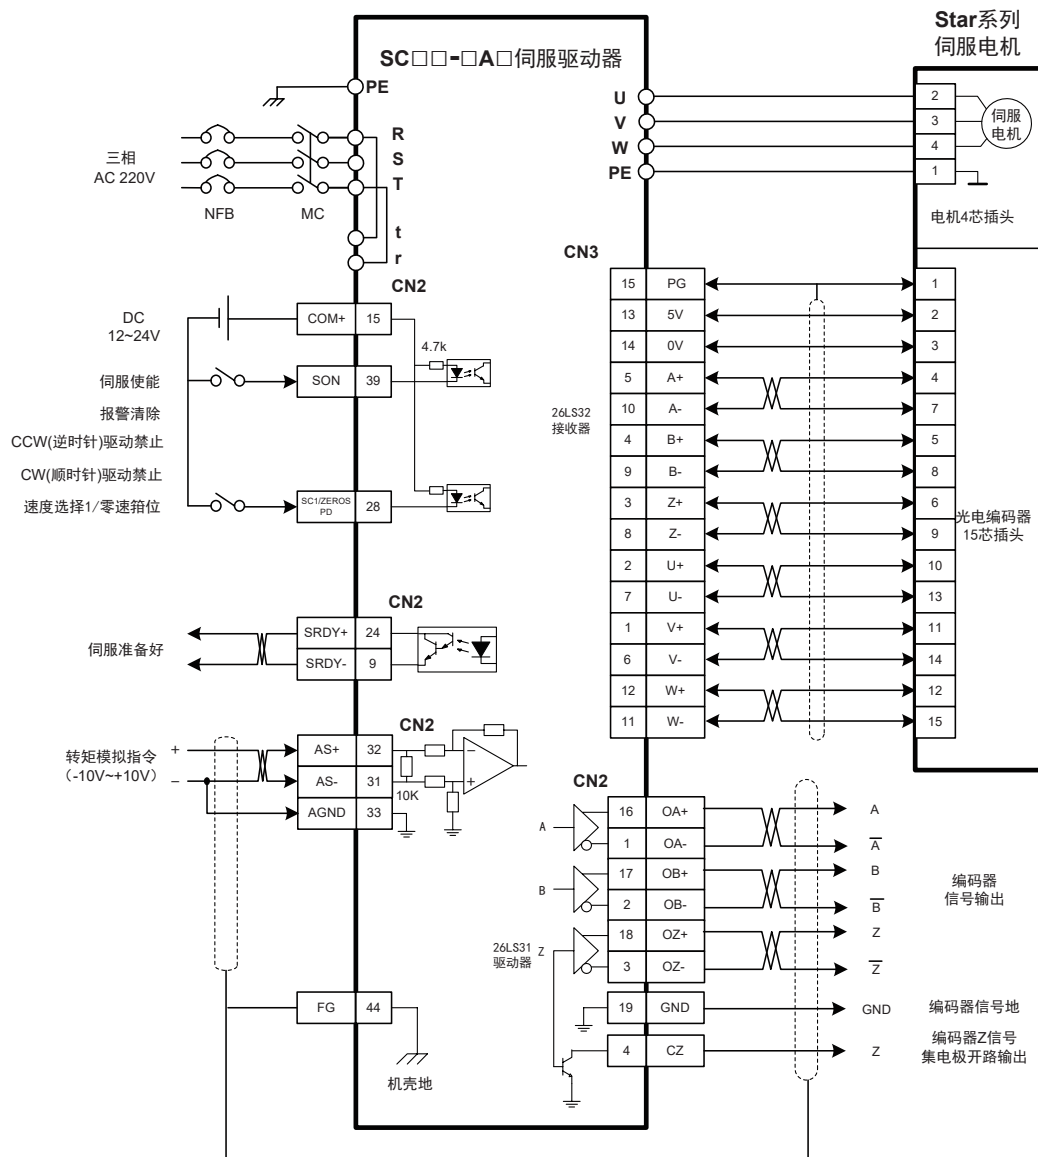

图 7.12 DB接口转矩控制方式的简单接线图
- 按图 7.12 接线，主电路端子，三相 AC 220V 接 R、S、T 端子。